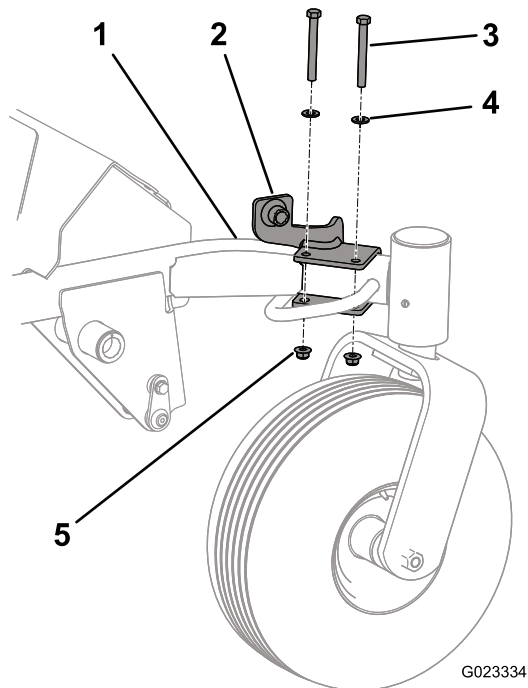

図 1
1. ジャッキマウントをキャストアームに固定する；ボルト（3/8 x 3-1/4 インチ）2本と平ワッシャ（0.406 x 0.813 インチ）、フランジナット（3/8 インチ）を使用する。各部材は図1のように配置する。ジャッキマウントは、キャストアームの真っ直ぐな部分にボルト止めすること。